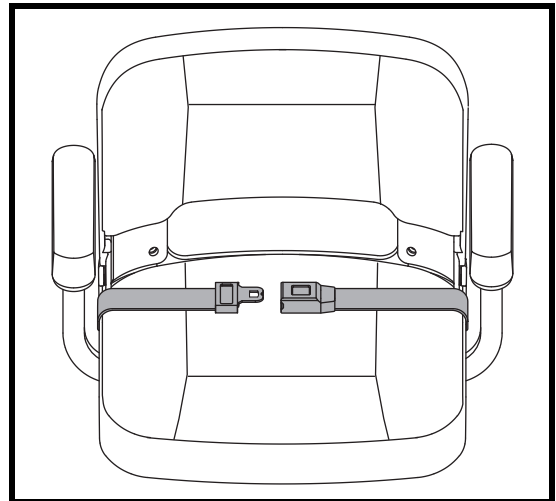

Abb. 22. Rückhaltegurte - Rückhaltegurt mit Schloß
1. Schloßzunge in das Schloßteil stecken, bis der Schnellverschluß hörbar einrastet. **Siehe Abb. 22.**